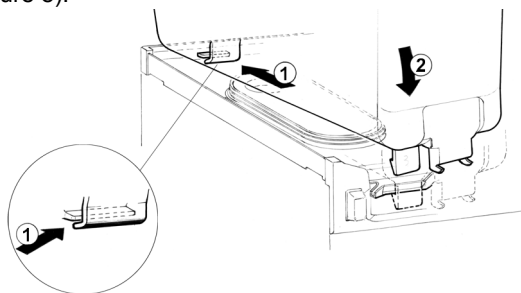

figure 8
**5** Placer le réservoir sur l'appareil. Pour faciliter cette opération, mouiller avec de l'eau le joint du réservoir. Veuillez contrôler que le crochet sur le côté postérieur de la cuve est bien placé dans son siège sur l'égouttoir supérieur. (voir figure 8).